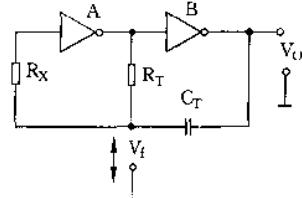

图 2-34
(2) CMOS 门电路振荡器如图 2-34 所示, 其振荡频率为  $f_o = 1/(1.4RC)$